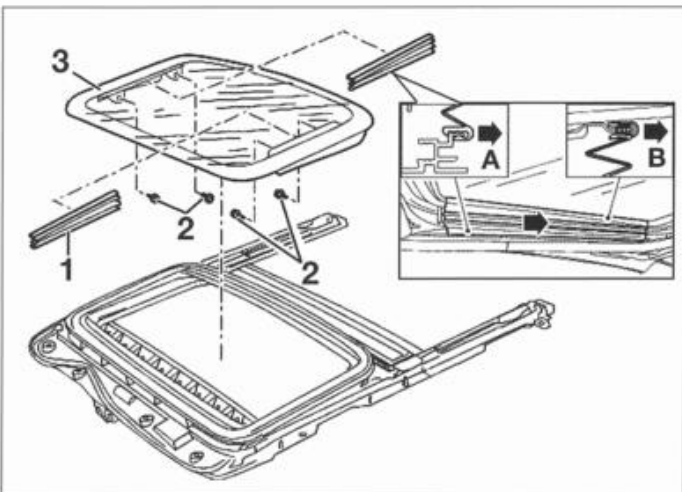

FIG. 80
- las carcasas de brazo de guía (1) (fig. 80), empezar por el trasero separando los clips inferior (A) y superior (B).
- los tornillos de fijación (2) de la luna.
- la luna de techo corredizo (3).
- Apretar los dos tornillos traseros (2) (fig. 80).